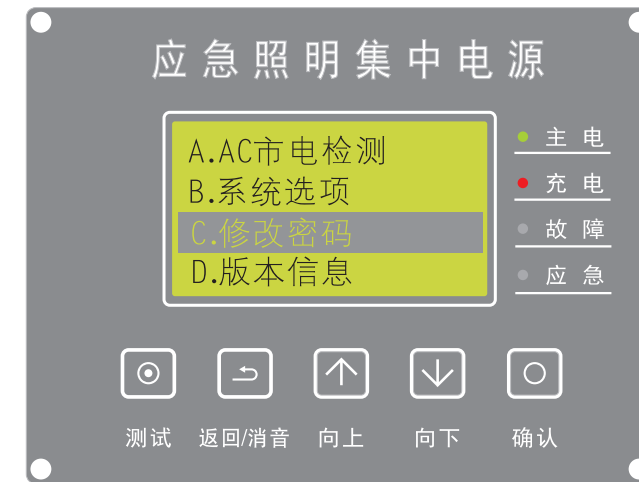

图33
(13)、修改密码：在主屏时，按【确认】键进入菜单，按【向上/向下】键选择【修改密码】（如图33）按【确认】键进入。